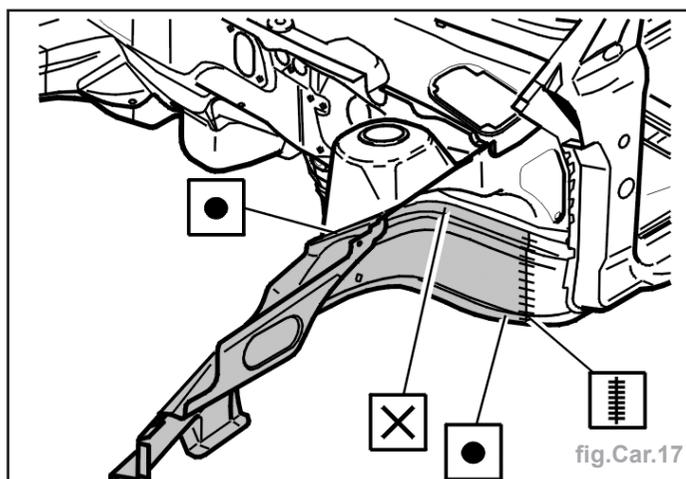

fig.Car.17
- Fixer et souder la pièce de rechange pour la mettre en place (fig.Car.17).